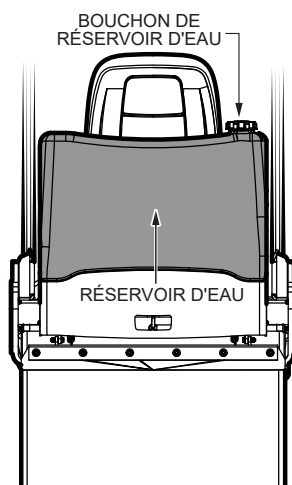

Figure 15. Réservoir d'eau
1. Inspecter visuellement le niveau d'eau dans le réservoir d'eau. Lorsque le niveau d'eau est faible, il faut ajouter de l'eau dans le réservoir d'eau (Figure 15). La capacité totale du réservoir est de 34 gallons (130 litres).